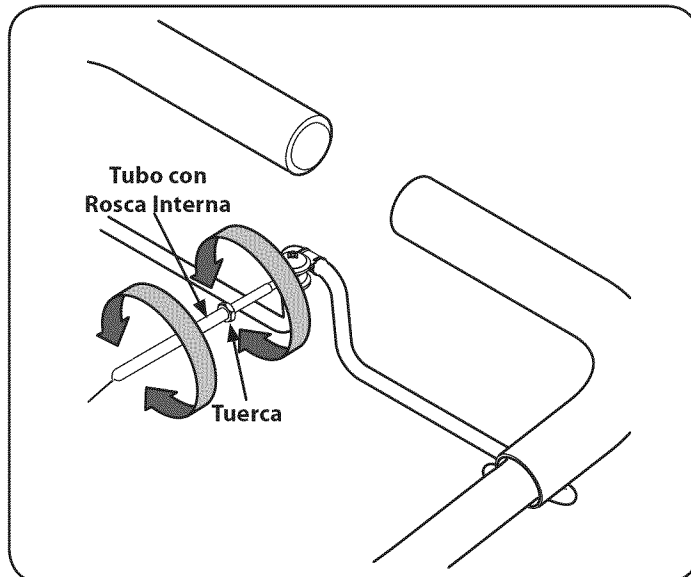

Figura 10
4. Si la correa gira sin fianza comprometida, se debe ajustar por desenroscar el tubo con rosca interna en el extremo del cable de un par de vueltas hacia la derecha - al estar de pie en la posición del operador - y luego volver a apretar la tuerca contra el tubo. Véase la Figura 10.
Para regular la estaca de profundidad, retire el pasador de horquilla y el pasador de chaveta. Mueva la estaca de profundidad a la posición deseada y fije con el pasado de horquilla y el pasador de chaveta. Vea la Figura 10.